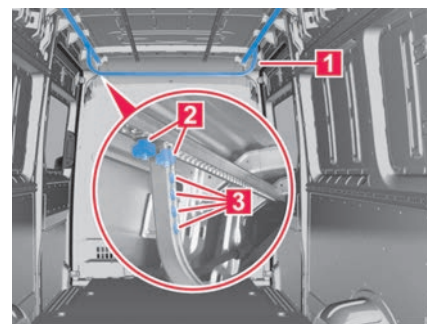

Abb. 141 Im Laderaum: Innendachträger.
1. Hängen Sie den Innendachträger → **Abb. 141 1** in die Verzurrschienen im Dach → Seite 430. Der Innendachträger muss vollständig in die Verzurrchiene eingesetzt sein → .
2. Befestigen Sie den Innendachträger mit den Muttern → **Abb. 141 2** an beiden Verzurrschienen.
1. Lösen Sie die Muttern → **Abb. 141 2** am Innendachträger **1**.
3. Befestigen Sie den Innendachträger mit den Muttern → **Abb. 141 2** an beiden Verzurrschienen.
1. Entfernen Sie die Muttern → **Abb. 141 2** vom Innendachträger **1**.
In die Löcher des Innendachträgers → **Abb. 141 3** können Verzurrösen → Seite 430 eingesetzt werden.